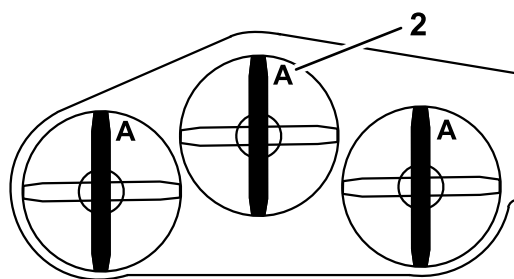

Figura 95
3. Gire las cuchillas hasta que los extremos estén orientados hacia adelante y hacia atrás (Figura 95). Mida desde una superficie nivelada hasta el filo de corte, posición **A**, de las cuchillas (Figura 95). Anote esta dimensión.